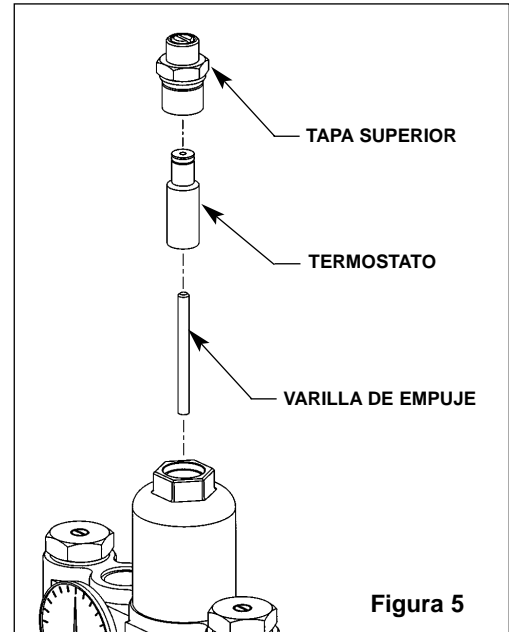

Figura 5
1. Retire la tapa superior de la válvula y saque el termostato y después la varilla de empuje (vea Figura 5). Puede utilizar unas pinzas de punta de aguja para retirar el termostato del cuerpo de la válvula si lo desea.
1. Retire la tapa superior y saque la varilla de empuje y el termostato (vea Figura 5, página 25).